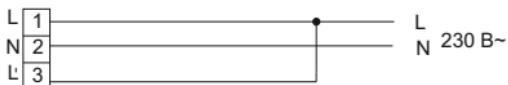

Рисунок 3
4.6 Постоянный аварийный режим работы (рисунок 3):
- фазный некоммутируенный проводник сети – подключить к контактному зажиму (L);
- нейтральный проводник сети – подключить к зажиму (N).